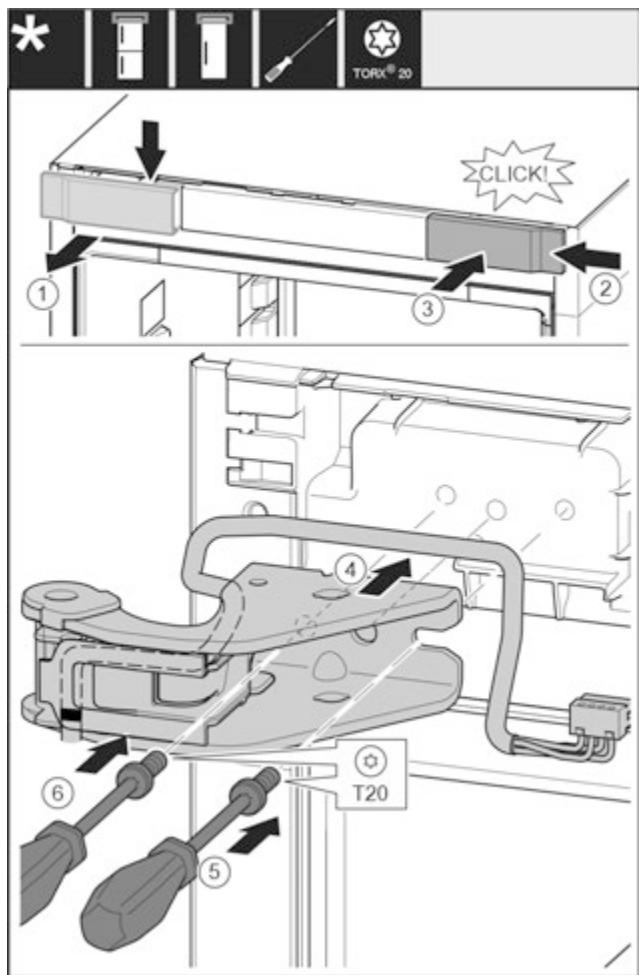

Fig. 32
- Зніміть кришку вгорі вперед. Fig. 32 (1)
- Почепіть кришку, що повернута на 180°, з іншого боку праворуч. Fig. 32 (2)
- Зафіксуйте кришку. Fig. 32 (3)
- Встановіть верхній опорний кронштейн. Fig. 32 (4)
- Встановіть та закрутіть гвинт за допомогою викрутки T20. Fig. 32 (5)
- Встановіть та закрутіть гвинт за допомогою викрутки T20. Fig. 32 (6)